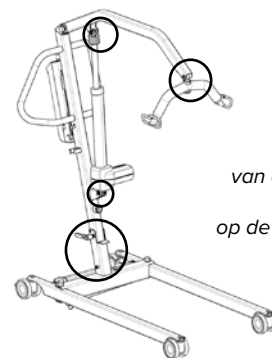

Fig. 2: Locatie van de zones met risico op beknelling op de SAMSOFT ELITE 180
- Op verschillende plaatsen op de tillift zijn knijppunten aanwezig waardoor de ledematen van het lichaam kunnen gekneld worden (Fig. 2).